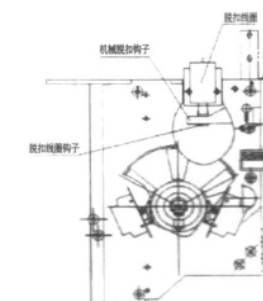

图1
①、用两个M6的内六角螺钉将脱扣线圈安装板（已随脱扣线圈出厂）装到机构上对应的两个孔中；
②、注意脱扣线圈的钩子必须置于机械脱扣钩子的下面，如图1所示。